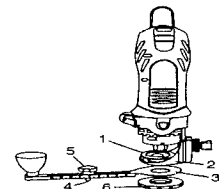

Fig. 12
2. Introduzca el inserto para montar el cortador de círculos con rosca externa (1) al fondo de la bancada (2) (ver la fig. 12).